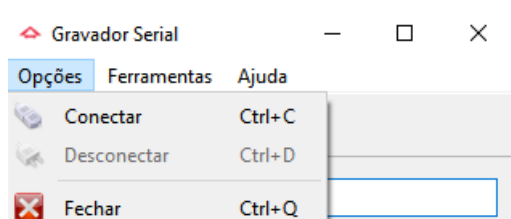

Figura 6 - Menu opções
- Opções: Contém opções como conectar, desconectar e fechar a aplicação, conforme a Figura 6.